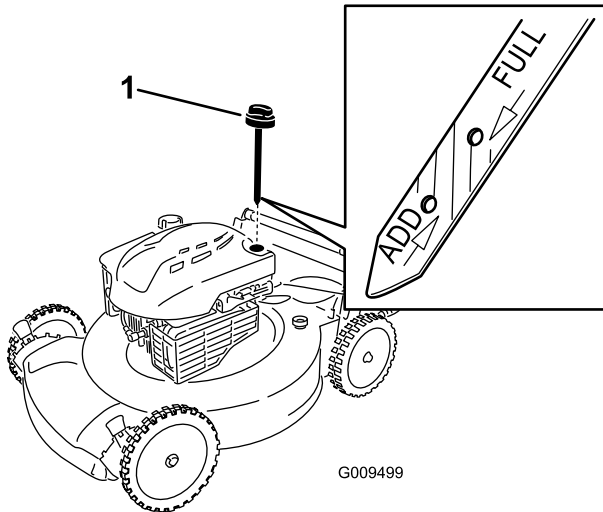

Figura 9
2. Retire la varilla (Figura 9).
5. Retire la varilla y compruebe el nivel de aceite en la varilla; consulte Figura 9.